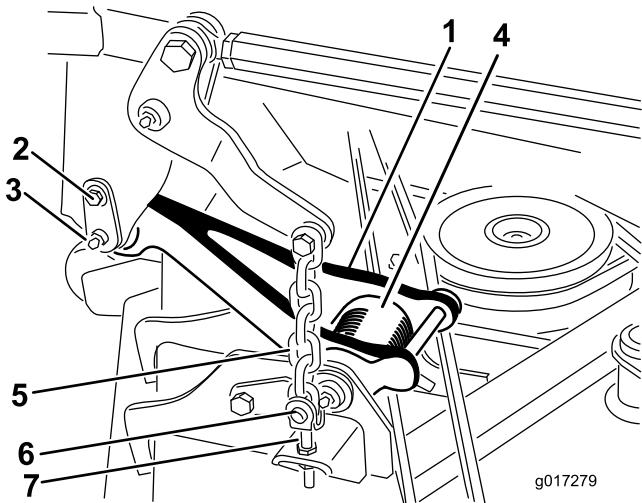

Figura 2
Nota: Quando a plataforma de corte está na posição elevada, a tensão da mola de torção da articulação (Figura 2) é reduzida, tornando muito mais fácil desligar as articulações da máquina.
6. Retire os (4) ganchos de anel e pinos de segurança que prendem as correntes de elevação aos passadores de ajuste no cortador (Figura 2).
2. Instale os (4) ganchos de anel e pinos de segurança para prender as correntes de elevação do cortador aos passadores de ajuste no cortador (Figura 2).
5. Alinhe a articulação à estrutura e ligue a articulação ao pino de retenção (Figura 2). Prenda o pino de retenção na estrutura com o parafuso de ombro (Figura 2).